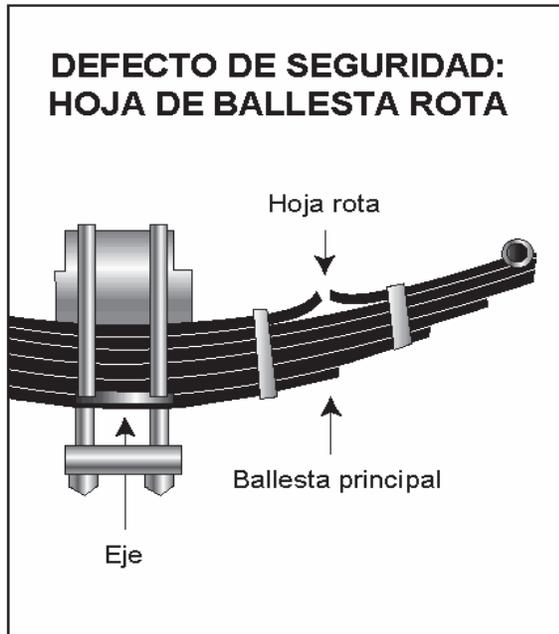

Figura 2.3
- Hojas faltantes o quebradas en cualquier ballesta de ballesta. Si faltan una cuarta parte o más, eso pondrá al vehículo "fuera de servicio", pero cualquier defecto podría ser peligroso. Vea la Figura 2-3.